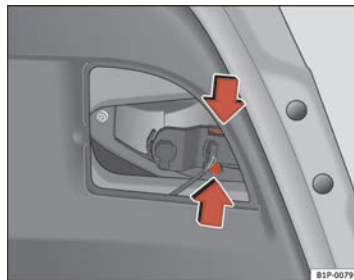

Abb. 173 Lampenträger ausbauen
- Den Lampenträger durch Eindrücken der Haltetaschen herausziehen ⇒ Seite 277, Abb. 173.